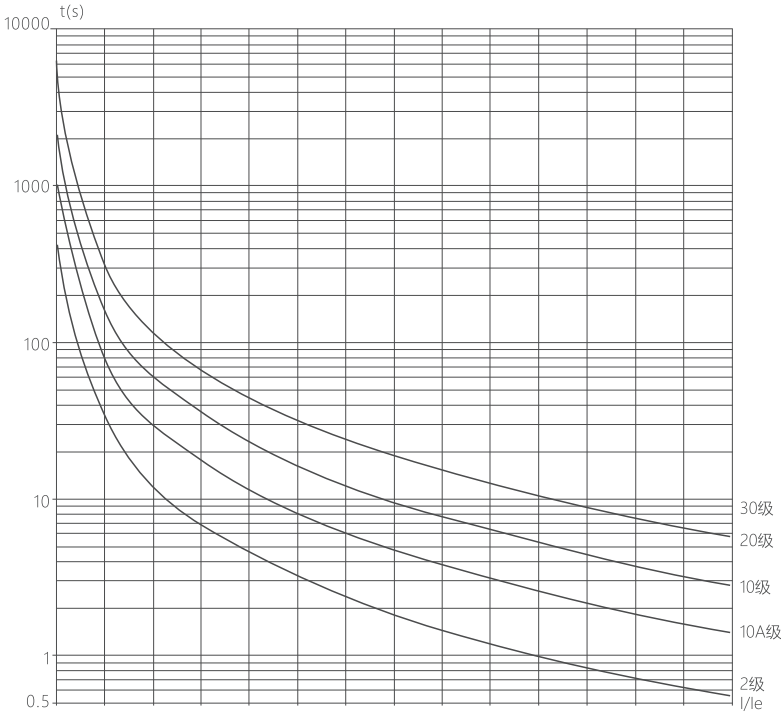

图8.1 标准热过载保护曲线
8.4.8 运行过载保护时间：以代码F07或F19设定值为基准做反时限热保护，标准热过载保护曲线如图8.1，典型值见表8.4。